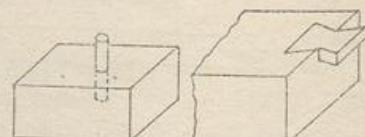

Abb. 133.
6. Dübel (Abb. 133) sollen das Verschieben von einzelnen Bau teilen (Werksteinen) gegen einander verhindern, ebenso Klammern.
Abb. 133 zeigt den einfachen Dübel oder Dollen und den Schwalbenschwanzdübel.